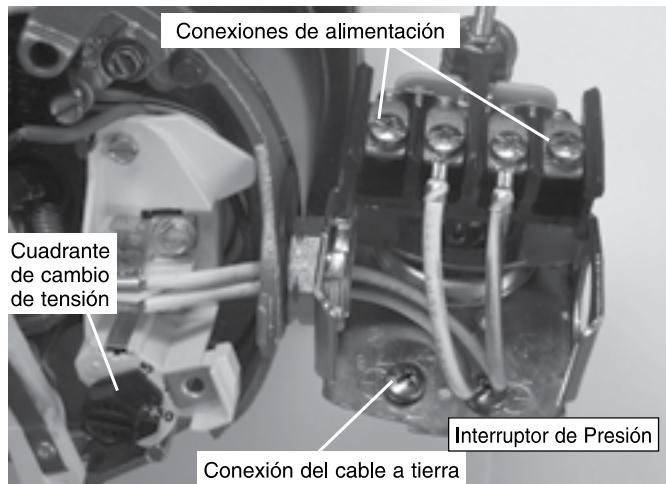

Figura 6: Tensión configurada para 230 voltios, tipo cuadrante.
3. Conecte los conductores de alimentación a los dos tornillos exteriores en el manóstato según se ilustra en el Figura 6.
4. Conecte el cable a tierra a una de las conexiones a tierra según se ilustra en la Figura 6.
- Paso 1. Conecte el alambre de puesta a tierra primero según se ilustra en la Figura 6. El alambre de puesta a tierra debe ser un alambre de cobre sólido por lo menos tan grande como los alambres de suministro de corriente.
- Paso 4. Conecte los alambres de suministro de corriente al conmutador de presión según se ilustra en la Figura 6.